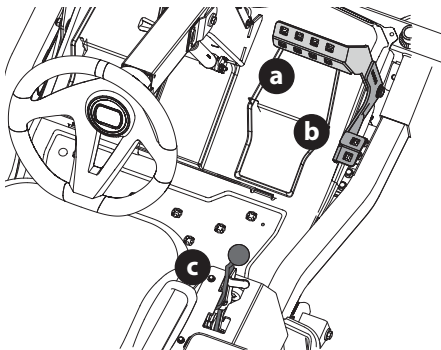

Figure 22
- Pour vous déplacer en marche avant, appuyez doucement sur la pédale de marche avant (a) jusqu'à ce que vous atteigniez la vitesse désirée (Figure 22).
- Pour verrouiller le frein de stationnement, placez les pédales de déplacement à la position neutre et tirez le levier du frein de stationnement (c) vers l'arrière jusqu'à ce qu'il s'engage à la position de marche (« on ») (Figure 22).
- Pour vous déplacer en marche arrière, regardez d'abord derrière vous, puis appuyez doucement sur la pédale de marche arrière (b) avec l'avant du pied (et NON avec le talon) jusqu'à ce que vous atteigniez la vitesse désirée (Figure 22).